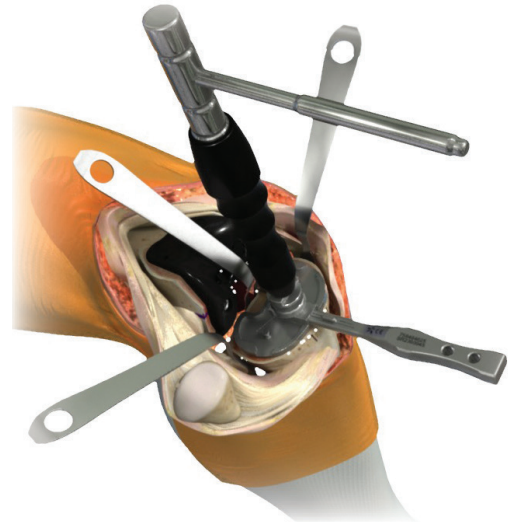

Figura 24b
4. Seleccione el Impactador de Aleta correspondiente para preparar la aleta y únalo al mango modular. Perfore la base a través de la placa base. Para retirar el perforador de aletas, desenganche el Mango Modular y posteriormente utilice un martillo de golpeo para retirar del hueso (Figura 24b).